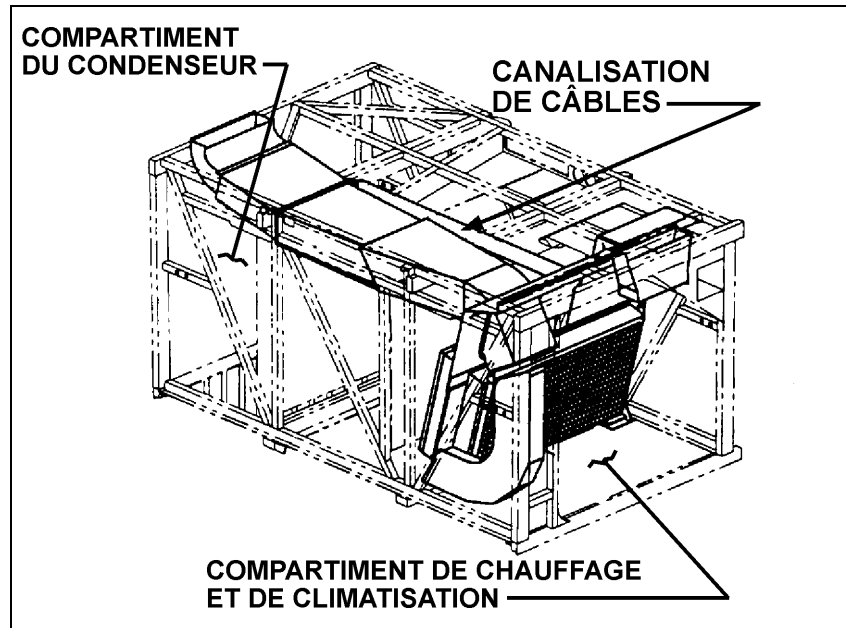

FIGURE 6 : CANALISATION DE CÂBLES
5. À partir du compartiment du condenseur, passer le câblage (Prévost #064772) dans le passe-fils étanche puis dans la canalisation de câbles situé entre le compartiment du condenseur et le compartiment de chauffage et de climatisation (voir fig. 6). Connecter les deux chevilles du câblage au connecteur C136 dans le compartiment du condenseur et brancher le connecteur C151 du câblage au connecteur C151 qui avait été fixé temporairement auparavant (non utilisé si le véhicule n'était pas équipé d'un thermostat), brancher également le connecteur C550 du câblage au nouveau thermostat situé dans le compartiment de chauffage et de climatisation. Fixer tout le câblage avec des attaches de nylon.